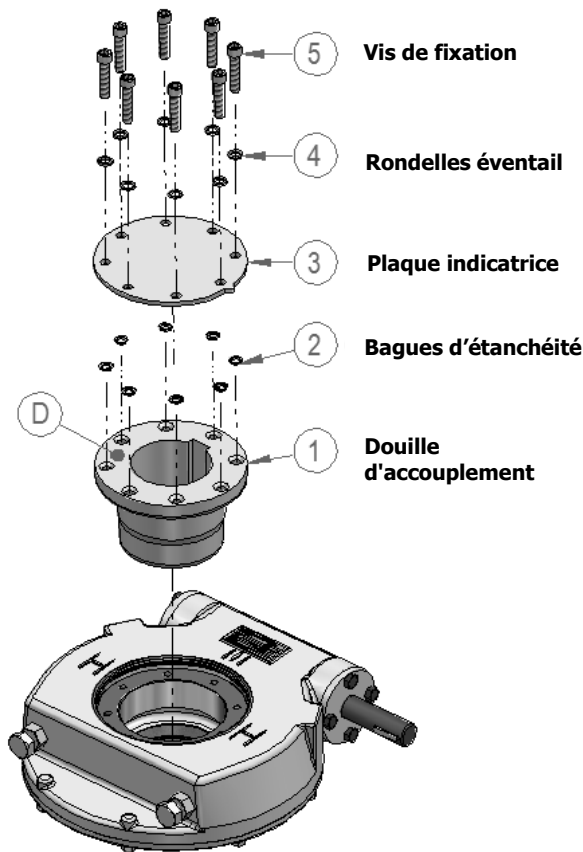
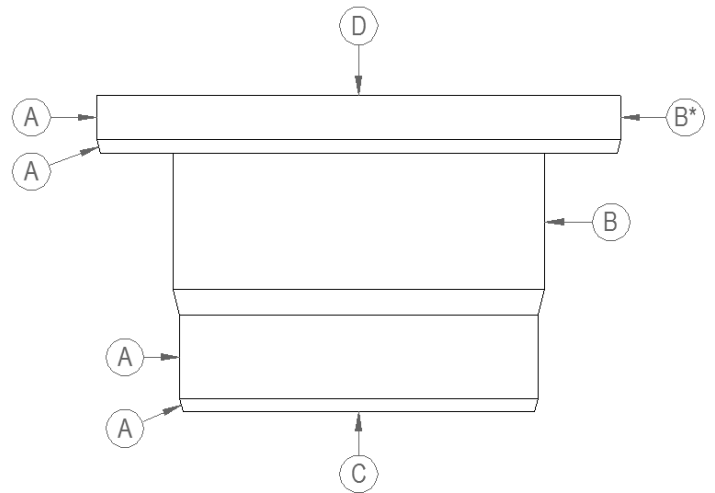

Figure 1 – L'arrangement de la douille d'accouplement
Figure 2 – La douille d'accouplement, surfaces importantes
Tous les réducteurs sauf l'IW12 au IW16 et HOW13 ont une douille d'accouplement démontable (voir l'article 1, la Figure 1). Sauf demande expresse au moment de la commande, la douille d'accouplement sera fournie brute et doit être usinée en fonction de la tige de vanne.
La Figure 1 montre l'arrangement de la douille d'accouplement dans le réducteur. Voir la Figure 2 pour enlever la douille sans endommager les faces d'étanchéité.
Notes importantes pour la Figure 2:
Se référant aux numéros d'items sur la Figure 1, on peut enlever facilement la douille du haut du réducteur en enlevant d'abord les vis de fixation de la douille (5). Les vis sont crantées sous leurs têtes ou équipées des rondelles éventail (4) ensuite enlevez la plaque indicatrice/couverture (3).
Se référant à la Figure 1, les bagues d'étanchéité (2) sont utilisées pour sceller l'ensemble plaque indicatrice, douille d'accouplement et vis de fixation. Lors de l'installation finale sur la vanne, il faut serrer les vis (5) suivant le couple indiqué sur l'étiquette collée au verso de la plaque indicatrice/couverture.
Avant de remonter la douille après usinage, vérifiez que les surfaces marquées 'A' dans Fig. 2 ne sont pas endommagées. Les surfaces endommagées peuvent casser les joints d'étanchéité du réducteur et entraîner l'infiltration de l'eau ou à la fuite de la graisse. L'application d'une couche mince de graisse aux côtés marqués 'A' facilitera la remise en état de la douille.
Comme détaillé dans Fig. 1 et Fig. 2, on recommande d'appliquer un mastic silicone au côté 'D' afin de sceller la plaque indicatrice/couverture à la douille d'accouplement. Prenez soin de ne pas appliquer le mastic aux bagues d'étanchéité (2) ou aux faces d'étanchéité des bagues d'étanchéité.
Avant remontage, nettoyez et dégraissez la face supérieure de la douille, le dessous de la plaque indicatrice/couverture, et les boulons à tête creuse. Prenez note du couple de serrage requis pour les vis de la douille sur l'étiquette sur le verso de la plaque indicatrice. Insérez les vis et rondelles dans les trous dans la plaque indicatrice /couverture, comme indiqué sur la Fig. 1.